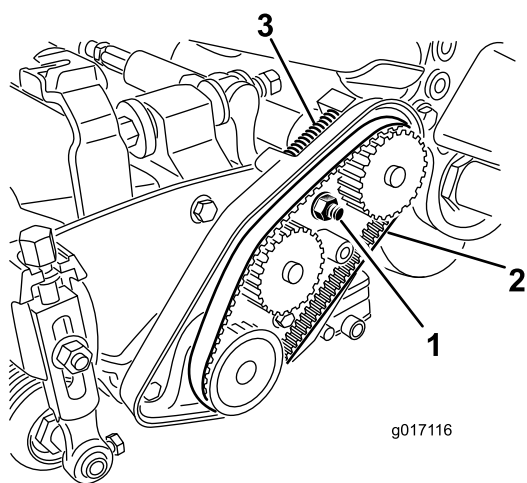

Figure 20
3. Desserrez les écrous du logement de roulement (Figure 20).
5. Déposez la courroie (Figure 20).
12. Vérifiez que le ressort de compression exerce une tension sur la courroie (Figure 20).